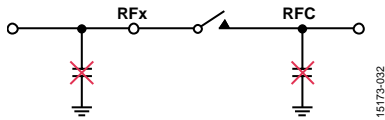

図 39. 容量が大きな終端を直接スイッチに接続することは避ける
- 容量が大きな終端を直接スイッチに接続することは避けてください。シャント・コンデンサに電荷が保存されると、スイッチのオープン時またはクローズ時にホット・スイッチが発生し、スイッチの寿命に影響を与えることがあります。図 39 に、容量が大きな終端を避けるべき場所を示します。